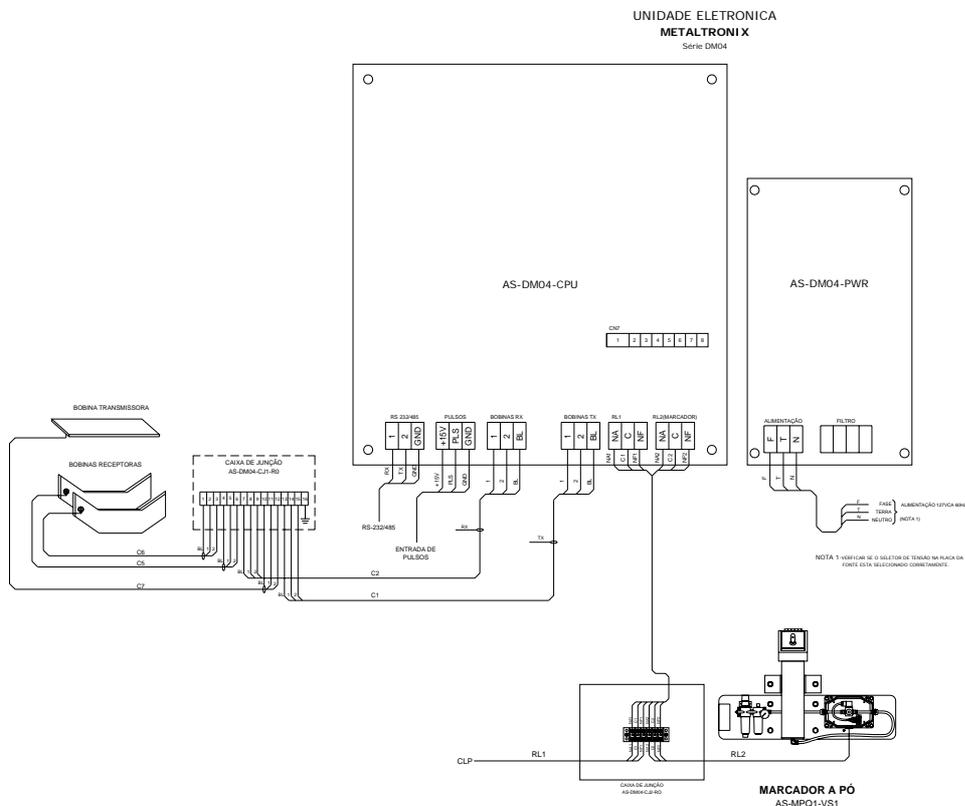

Figura 3.2
La Figura 3.2 abajo muestra el diagrama de la instalación de los cables del área.
Atención especial debe ser prestada en el montaje de las Bobinas Sensoras: ellas deben ser conectadas como en la Figura 3.2 abajo observándose la orientación de las salidas de los cables como es indicado. Se esa conducción fuese invertida el equipamiento no funcionará correctamente.
- a. Ejecutar la instalación de cables de área conforme el esquema de conexiones (Figura 3.2);